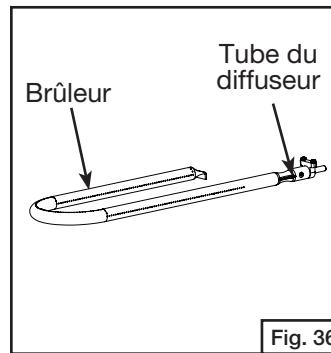

Fig. 36
- Assurez-vous que les attaches de l'orifice sont à l'intérieur du tube du diffuseur, resserrez ensuite toutes les vis autofiletées. (Fig. 36)